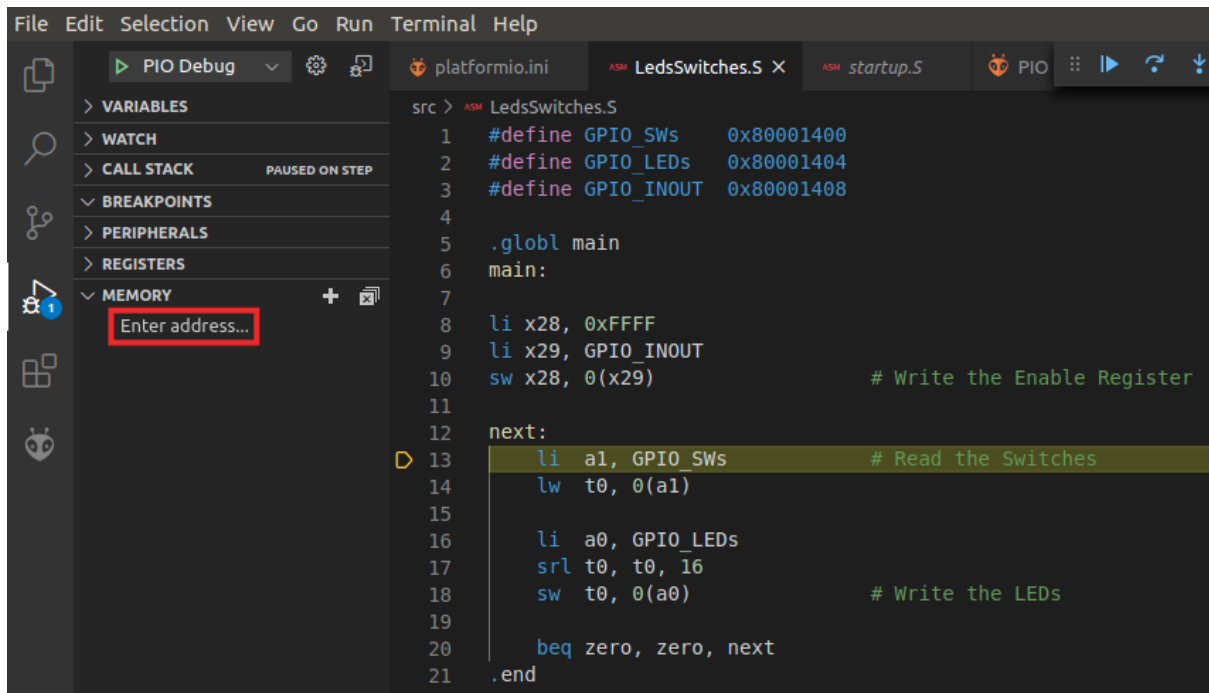

Figura 55. Visualizador de la memoria
- a. Pause la ejecución y ejecute paso a paso hasta el comienzo del *siguiente* bucle. Amplíe el visualizador de la memoria en la parte izquierda de la ventana (ver Figura 55) y haga clic en *Enter address...*